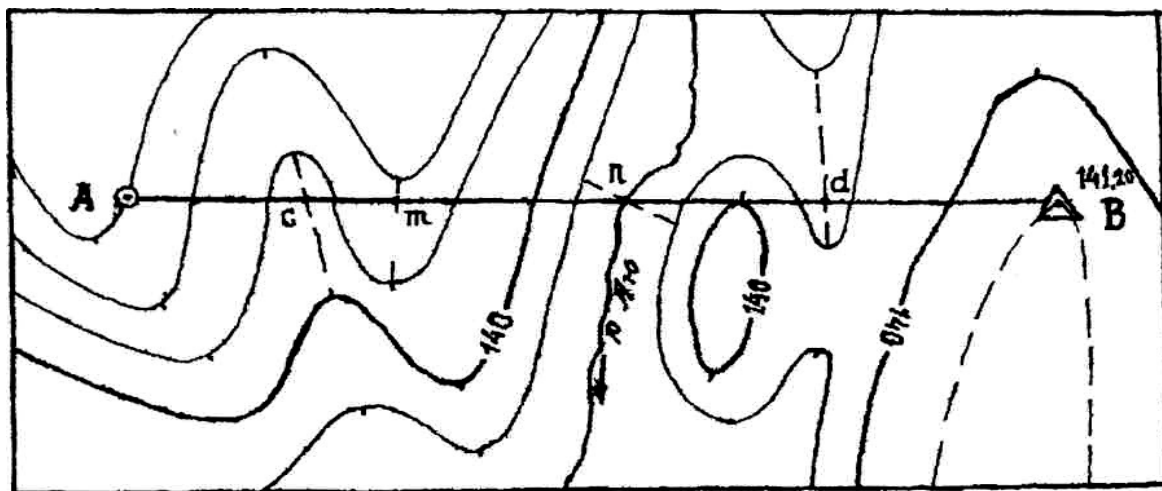

Рис. 8. Профильная линия АВ
- проводят линию между заданными точками, которая называется *профильной* (рис. 8);
Уклон линии можно вычислить как отношение превышения (h) двух точек к горизонтальному расстоянию между ними (d) $i = \frac{h}{d}$. Значение h и d можно определить по плану в горизонталях. Например, на рис.8 для отрезка Ас получается $d = 220$ м; $h = \pm 6,3$ м. Отсюда $i = 6,3 : 220 = 0,0286 = 2,86\%$. Если концы отрезка располагаются на соседних горизонталях, уклон получается истинный, а если концы отрезка располагаются произвольно, уклон получится средний. Истинные уклоны отдельных частей линии могут отличаться от среднего уклона этой линии.